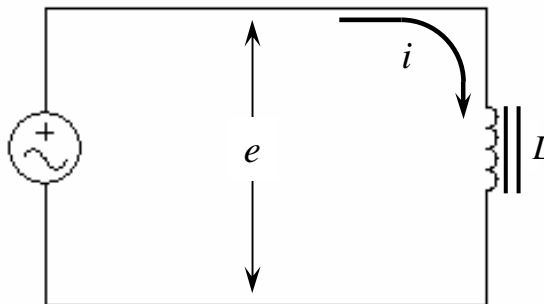

Figura 1 – Um circuito indutivo.
2. Discussão – Considere o circuito mostrado na Figura 1. A indutância desse circuito é definida pela Equação 1: